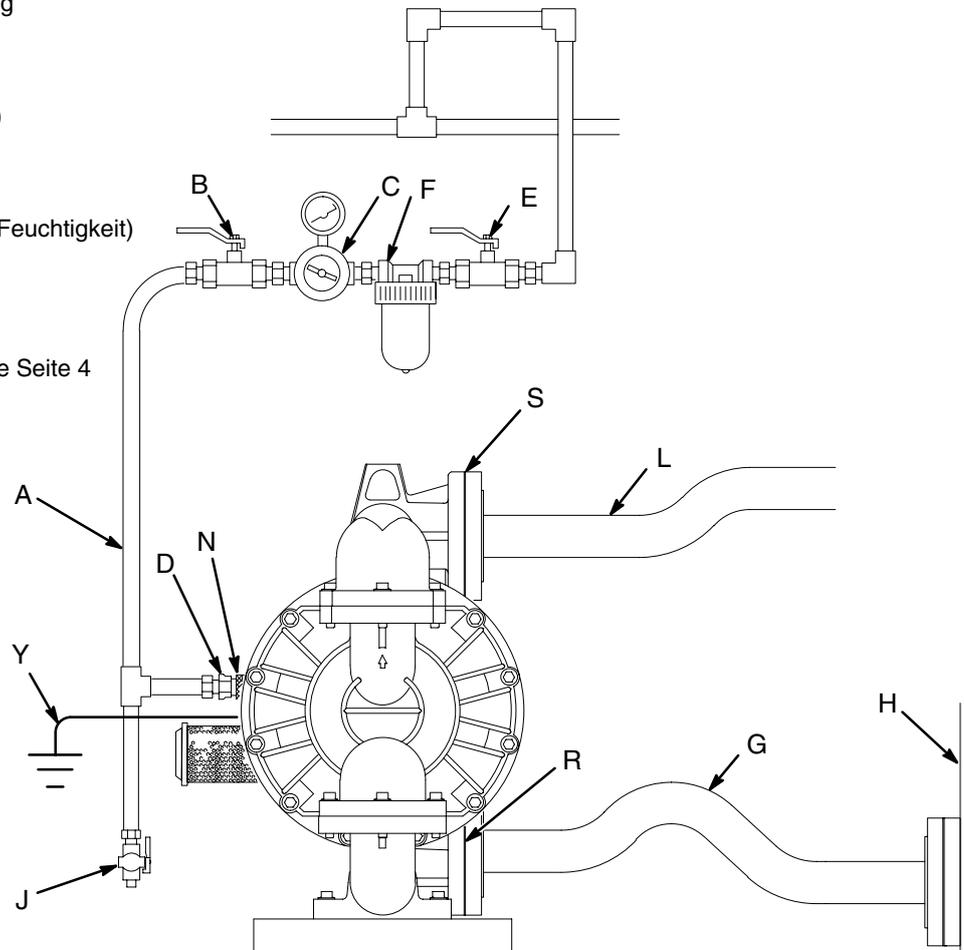

Abb. 2
- Bei der in Abb. 2 dargestellten typischen Installation handelt es sich lediglich um eine Richtlinie für die Auswahl und Installation von Systemkomponenten. Für die Planung einer Anlage gemäß den Anforderungen wenden Sie sich bitte an den VERDER-Kundendienst.